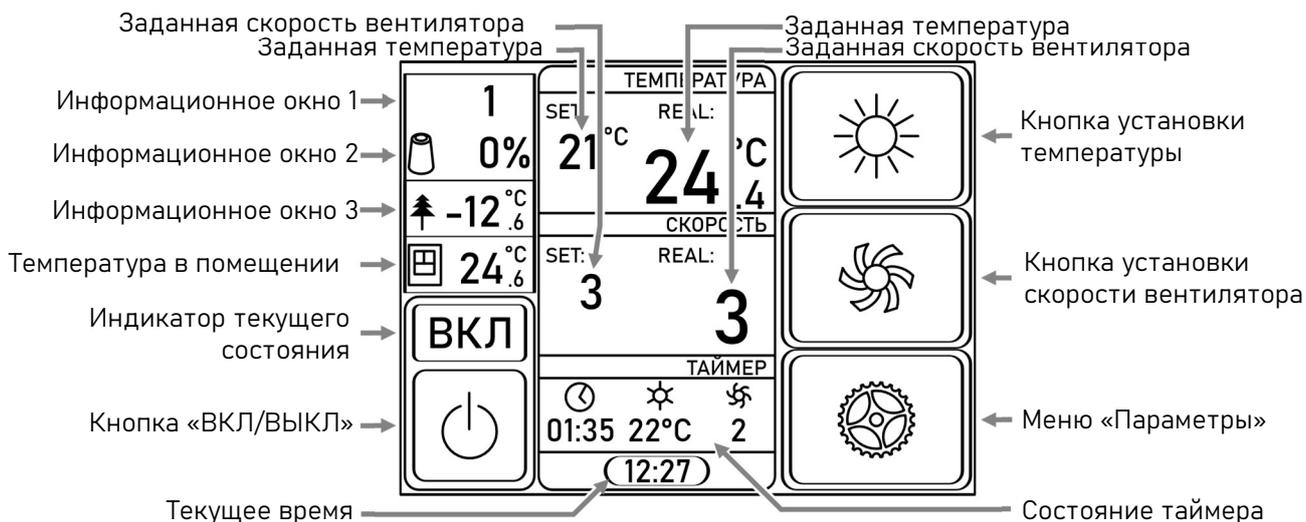
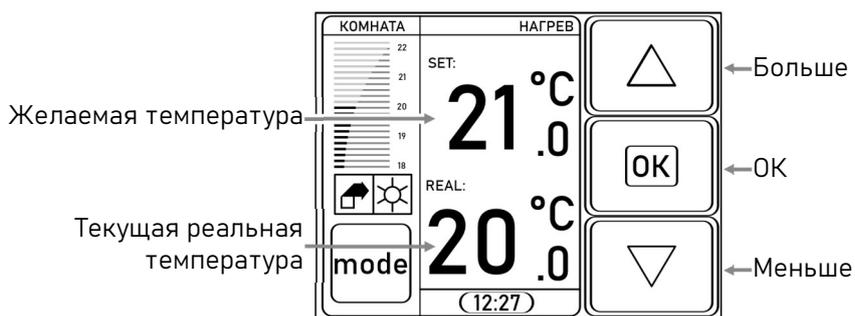

Рисунок 5 - Экран основного меню
Рисунок 6 - Экран выбора температуры
3.3.3 Для перехода в основное меню (Рисунок 5) нужно нажать на любую часть экрана.
3.3.5 Для выбора желаемой температуры приточного воздуха необходимо на экране основного меню нажать на кнопку выбора температуры (Рисунок 5). После этого на экране выбора температуры (Рисунок 6) выбрать кнопками «Больше» и «Меньше» желаемую температуру и нажать «ОК», появится экран основного меню.
3.3.6 Для выбора желаемой скорости вентилятора на экране основного меню (Рисунок 5) нужно нажать кнопку установки скорости вентилятора. В открывшемся меню установки скорости вентилятора (Рисунок 7) кнопками «Больше» и «Меньше» желаемую скорость вентилятора и нажать «ОК», появится экран основного меню.
3.3.7 Для установки текущих даты и времени в основном меню (Рисунок 5) нажмите кнопку меню «Параметры», откроется меню параметры (Рисунок 8). На нём нажмите кнопку «Часы», появится экран установки текущих даты и времени (Рисунок 9). На нем кнопками «Больше / Предыдущий» и «Меньше / Следующий» выберите значение, которое хотите изменить и нажмите «ОК / Изменить», кнопками «Больше / Предыдущий» и «Меньше / Следующий» установите желаемое значение и повторно нажмите «ОК / Изменить». Для выхода с экрана установки текущих даты и времени нажмите «ВЫХОД»
3.3.8 Для включения работы по расписанию убедитесь, что текущие дата и время установлены правильно. В основном меню (Рисунок 5) нажмите кнопку меню «Параметры», откроется меню параметры (Рисунок 8). На нём нажмите кнопку «Таймер». На экране появится меню установки таймеров (Рисунок 10). Для включения/выключения режима работы по таймеру нажмите на «ВКЛ» или «ВЫКЛ».
3.3.12 Для настройки дополнительных параметров на экране основного меню (Рисунок 5) нажмите кнопку меню «Параметры», откроется меню параметры (Рисунок 8). На нём нажмите кнопку «Настройка», откроется меню «Конфигурация пользователя» (Рисунок 15). Навигация по меню осуществляется кнопками «Вверх», «Вниз», «Ок», «ВЫХОД». Структура меню изложена в приложении А.
3.3.13 Текущее состояние установки можно увидеть в основном меню (Рисунок 5) над кнопкой «ВКЛ/ВЫКЛ». Возможные значения индикатора текущего состояния перечислены в части 1 приложения Б.
- 3.5.1 При добавлении в систему охладителя в меню выбора температуры (Рисунок 6) становится активной кнопка «MODE»
- 4.1.1 Перед началом технического обслуживания отключите установку нажав кнопку «ВКЛ / ВЫКЛ» в основном меню (Рисунок 5).